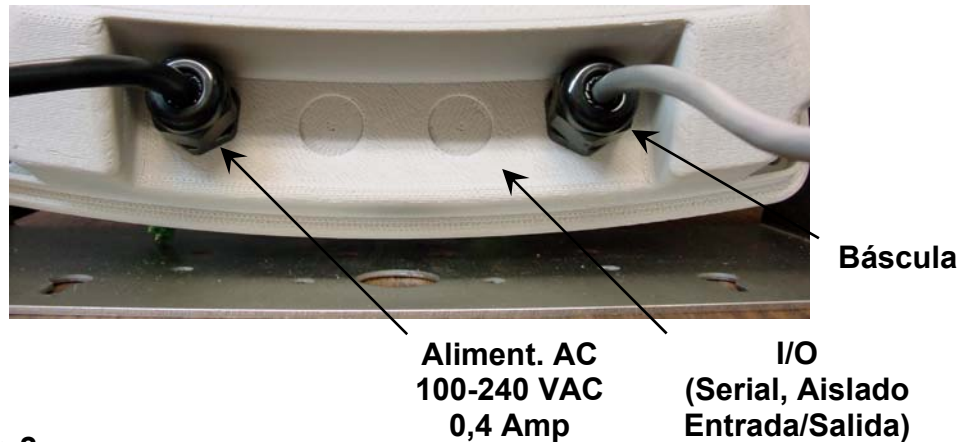

Figura 2
- 3.3.2. Consultando la Figura 2, elija un prensacable para el cable de la celda de carga y aflójelo.
- 3.6.1. Quite los 4 tornillos que fijan el panel delantero al gabinete trasero y luego afloje el prensacable para el cable serial. Consulte la Figura 2 para una ilustración del esquema de conectores.